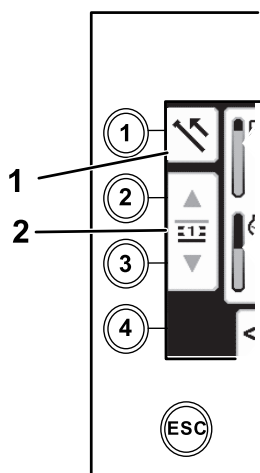

Figure 13
1. Appuyez sur le bouton 1 pour sélectionner l'option tirage de tige (Figure 13).
2. Appuyez sur les boutons 2 et 3 pour sélectionner la rangée où vous allez placer la tige (Figure 13).